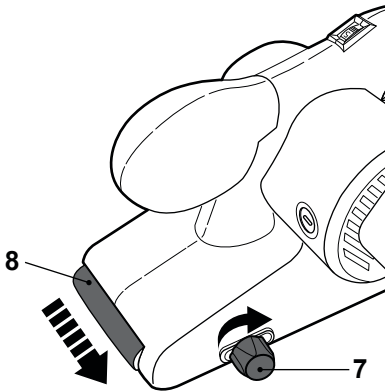

Fig. 4
- > Mientras la banda lijadora está en movimiento, ajuste la perilla de reglaje del curso de la banda (7) para alinear la banda lijadora con el centro de los rodillos (10 y 12).
- > Gire la perilla de reglaje del curso de la banda (7) en sentido horario para ajustar la banda lijadora (8) hacia la derecha (Fig. 4).